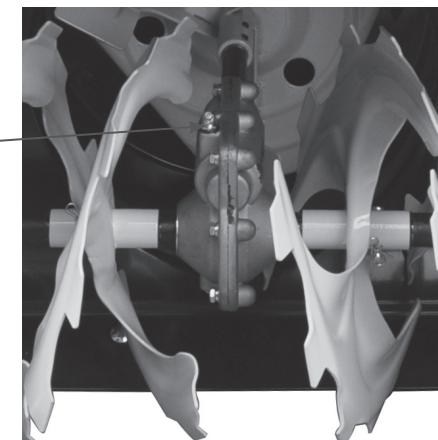

Рис.5
С завода снегоуборщик поставляется с редуктором заполненным смазкой. Каждые 50 часов работы необходимо специальным шприцем (приобретается отдельно) добавлять смазку в редуктор через масленку (A) Рис.5. Смазку добавлять до тех пор, пока и масленки не будет обратно выдавливаться смазка. Для смазки рекомендуется использовать смазку CHAMPION EP-0.